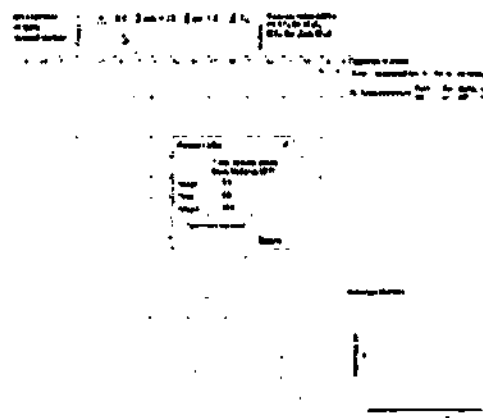

Рис. 7. Измерение импеданса
- После установки электродов проверьте качество их наложения. Для этого нажмите кнопку «Z» на функциональной клавиатуре. На экране появится окно измерения импеданса. Все индикаторы должны быть подсвечены зеленым (рис. 7).